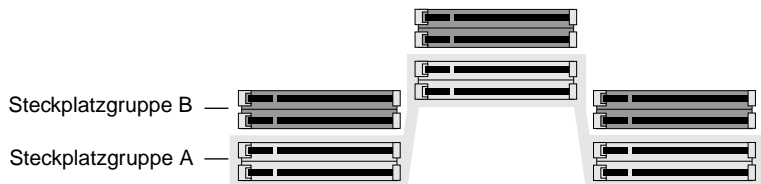

Abbildung 3-5 Bestimmen der Steckplatzgruppen für DIMM-Module
5. Bestimmen Sie die Steckplatzgruppen für DIMM-Module wie in Abbildung 3-5. Die Steckplatzgruppen A und B sind in drei vertikalen Reihen angeordnet. Jede Reihe enthält zwei Steckplätze.